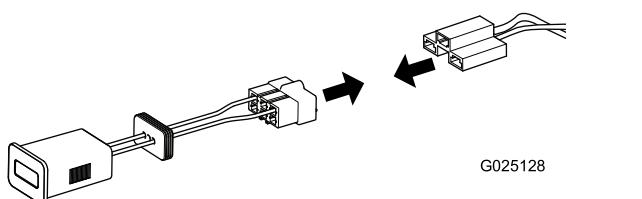

Figura 10
10. Inserte el conector del arnés de cables del contador de horas inalámbrico en el conector del contador de horas (Figura 10).